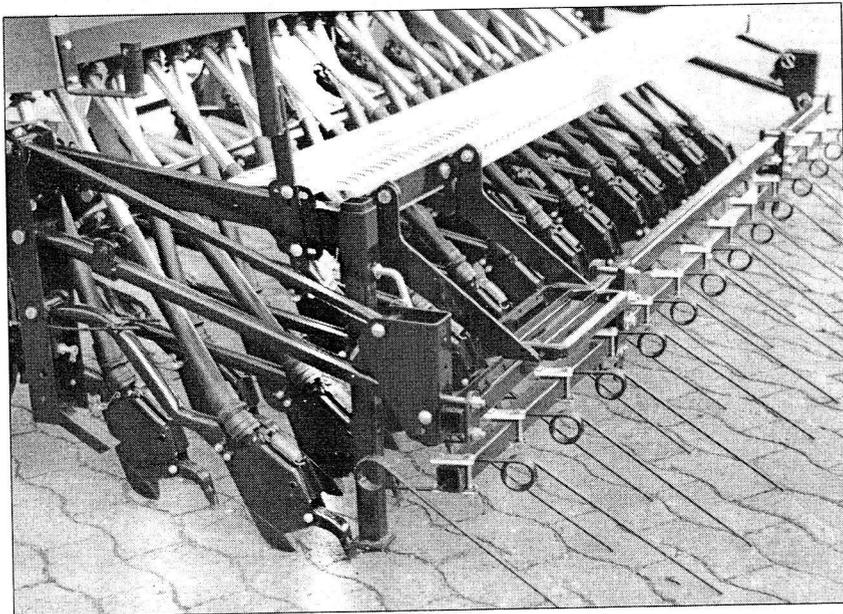
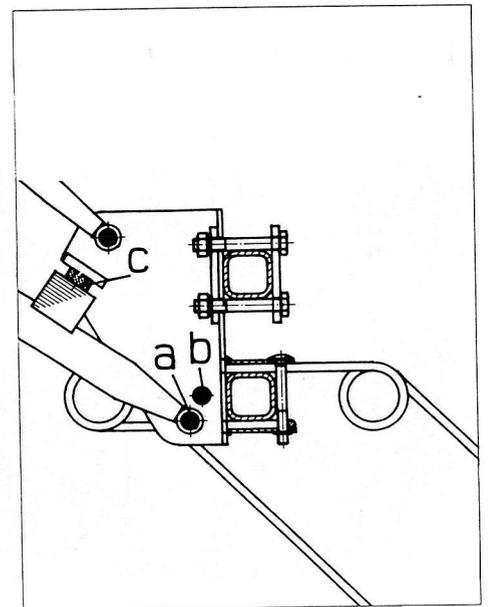

Fig. 46
Fig. 47
**Saatstriegel** (Fig. 46): zweiteilig, zweireihig, mit nachlaufenden Zinken, für mittlere und schwere Böden (nicht bei Einscheibenscharen). Zinkendruck ist durch Umstecken der unteren Striegelstreben (**a/b**; Fig. 47) und durch Unterlegen bzw. Abnehmen der Mutter (**c**) am Puffer variierbar.
## Ladesteg (Fig. 46)